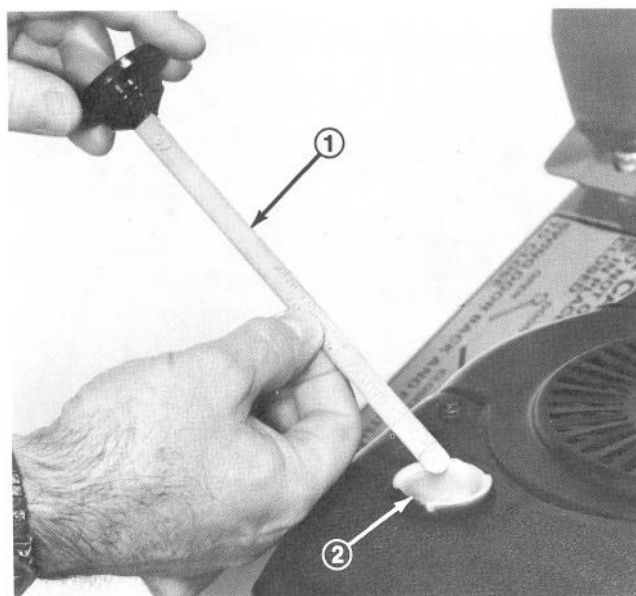

Abb. 4
3. Ca. 0.621 l einfüllen (Abb. 4).